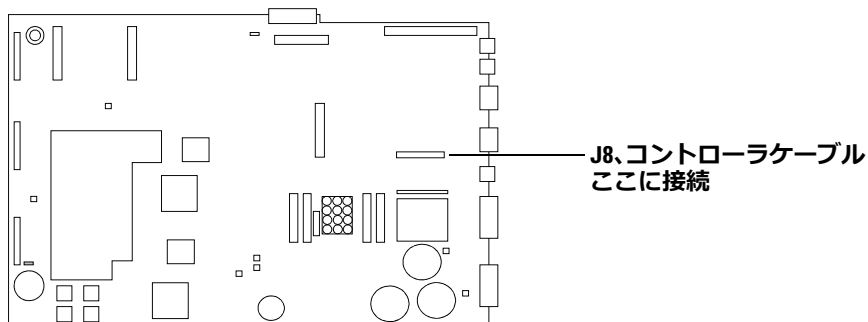

図 31 GC メインボード
- 9 コントローラの PCB ケーブル（部品番号 G2612-60510）をメインボードの J8 と ALS インターフェイスボードの P5 に接続します。ケーブルをメインボードの切り込み部分を通して這わせます。図 29 および図 31 を参照してください。